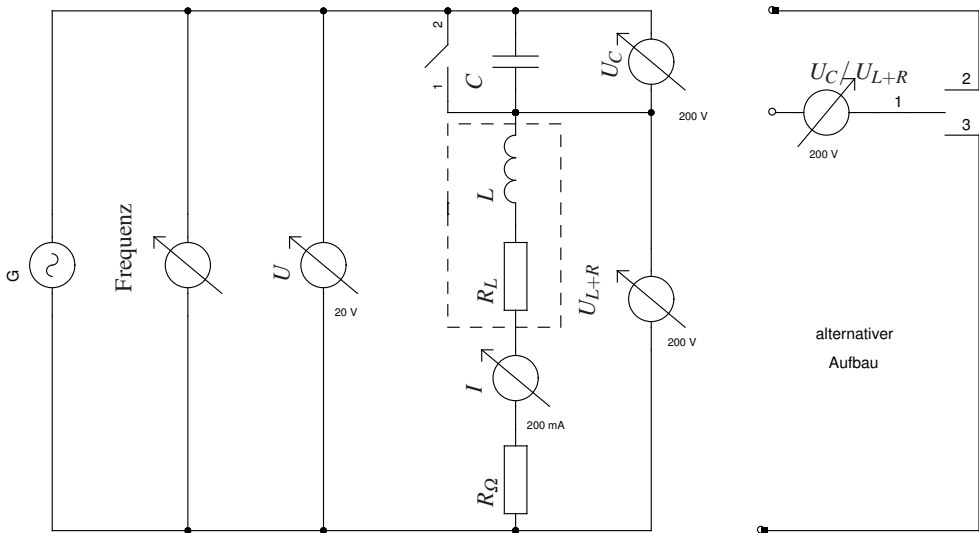

Bild 14.3: Schaltplan für die Serienschaltung.
1. Bauen Sie gemäß Bild 14.3 einen Serienresonanzkreis auf. Je nach Verfügbarkeit an Multimetern kann eines davon auch durch einen Wechselschalter ersetzt werden.